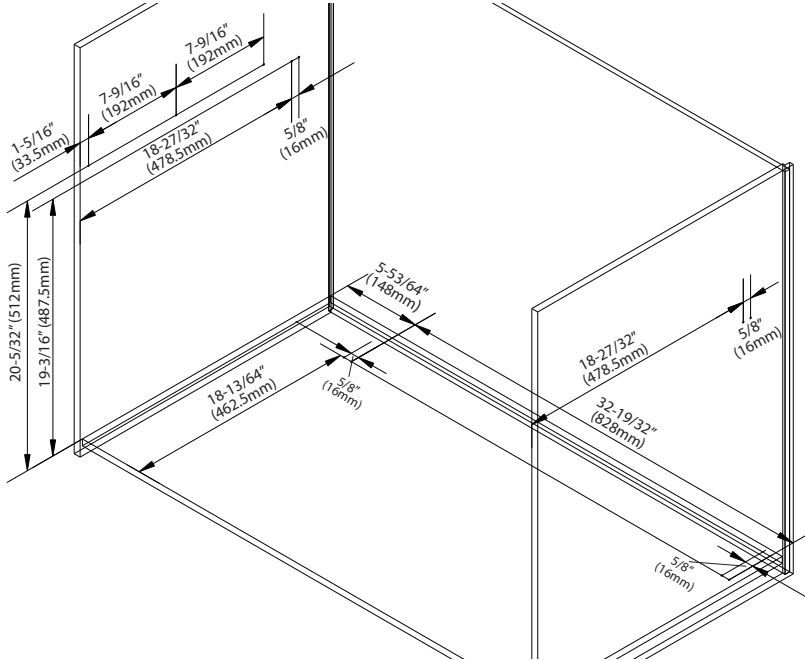

Figura 1/ Illustration 1
1) Refiérase a la figura 1 para medidas, dependiendo de la construcción de su gabinete, las dimensiones podrían ser diferentes a las que se muestran. La imagen del gabinete en la figura 1 es de un gabinete sin marco con puerta saliente. Una vez que las once ubicaciones hayan sido marcadas, pre taladre utilizando una broca de 1/16".